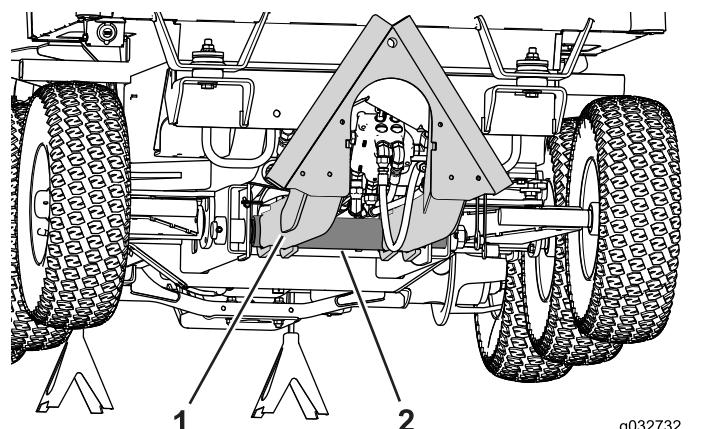

Figure 87
3. Localisez le point de pivot du bras de l'accessoire sur le cadre d'hiver (Figure 87).